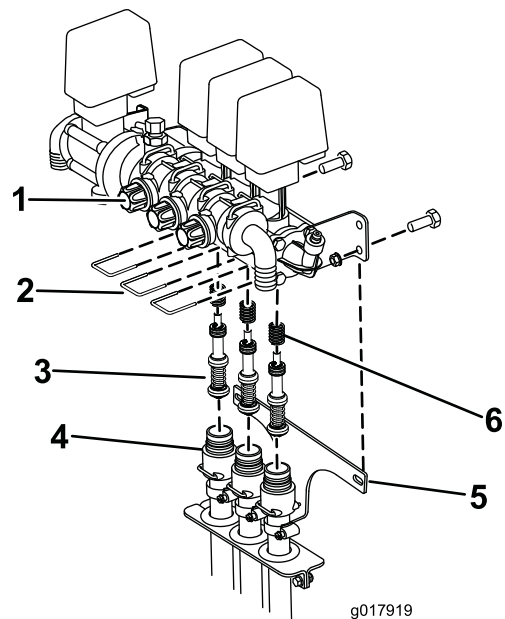

Bild 57
- B. Entfernen Sie die drei Gabeln, mit denen der Ventilsockel am Ventil befestigt ist (Bild 57).
- C. Nehmen Sie die zwei Schrauben und Muttern ab, mit denen die Schlauchkabelbaumhalterung am Spritzgerätrahmen befestigt ist (Bild 57). Senken Sie die Schläuche vom Ventil entfernt ab.
- D. Entfernen Sie die drei Schrauben, mit denen die Kolben im Ventil befestigt sind, mit einem 3-mm-Inbusschlüssel. Achten Sie auf die Federn im Ventil (Bild 57).